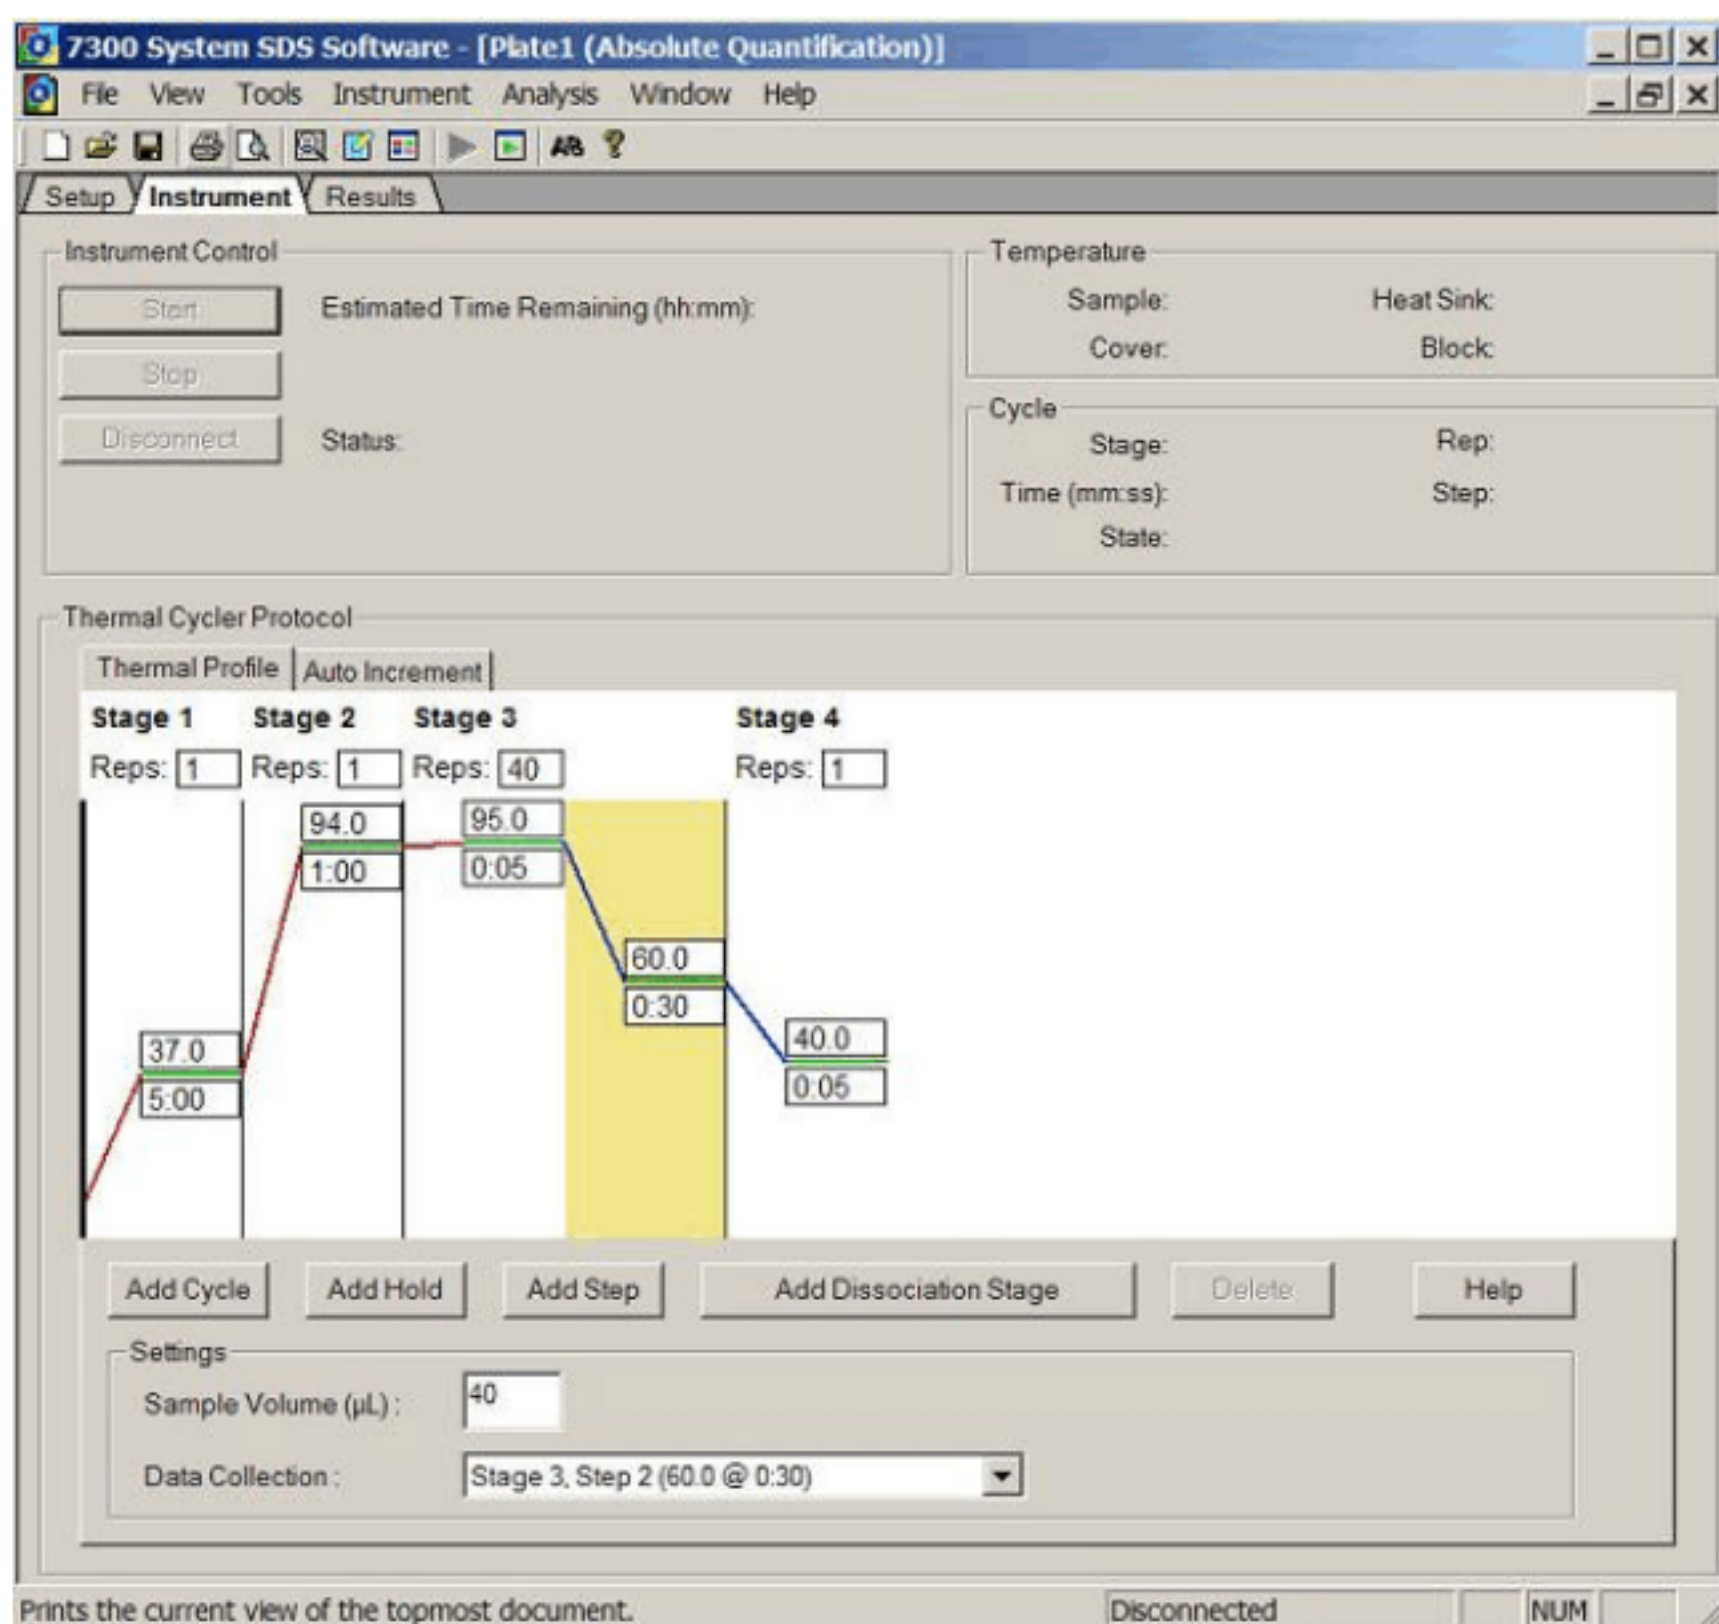

图 7
进入反应条件设置界面（图 7）。
⑧ 一切设定好后，点击  “ Save Document ”，在跳出的如下界面中输入文件名（一般用项目名 + 年月日表示），如 “ HBV20060526 ” (图 8). 然后点击  回到图 7。
⑨ 点击  进入实验阶段（图中“Start”因为没有联机呈灰色），此时机器会调用实验所需的程序，稍后会出现实验所需时间及实验中的温度变化情况。一般等这些数字显示出来就可以放心离开了。
⑩ 实验过程中可以点击图 7 中  进入实时荧光 PCR 界面。点击  中的  可以进入实时荧光 PCR 扩增曲线的实时显示界面。